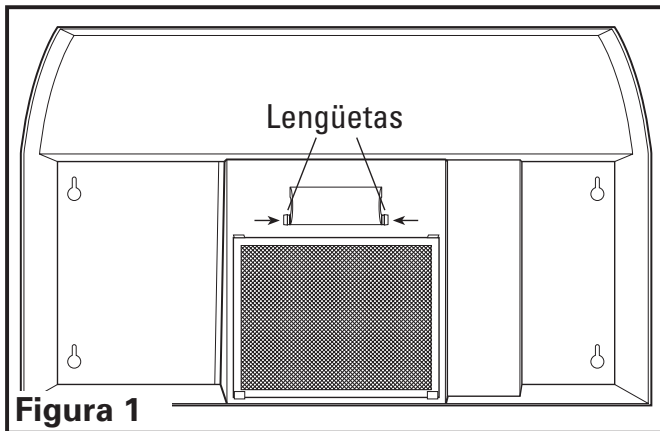

Figura 1
- Retire la cubierta de la lámpara presionando ambas lengüetas en forma conjunta (**Figura 1**).